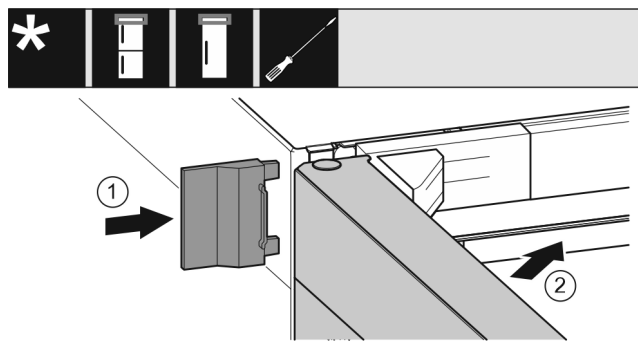

Fig. 23
- ▶ Tolja fel a külső fedelet Fig. 23 (1).
- ▶ Csukja be a felső ajtót Fig. 23 (2).